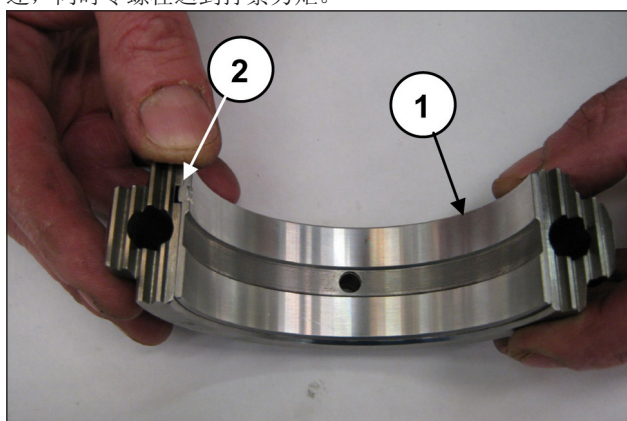
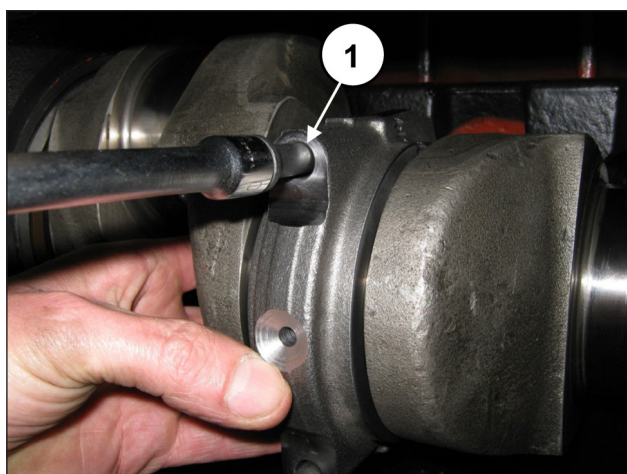

图 67
图 68
将下半轴承安装到连杆帽上(位置①, 图 67), 确保半轴承的基准平键定位在连杆帽的专用底座中(位置②, 图 67)。将连杆帽固定到半连杆, 可使用螺丝M10x1.5x80(位置③, 图 68)。